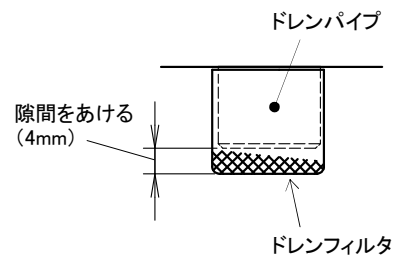

図11
② ドレンフィルタを水洗い等で清掃してください。
③ ①の逆の手順で元に戻してください。ドレンフィルタをパイプに差し込む際、パイプとドレンフィルタ底面に隙間（約4mm）をあけてください。（図11）